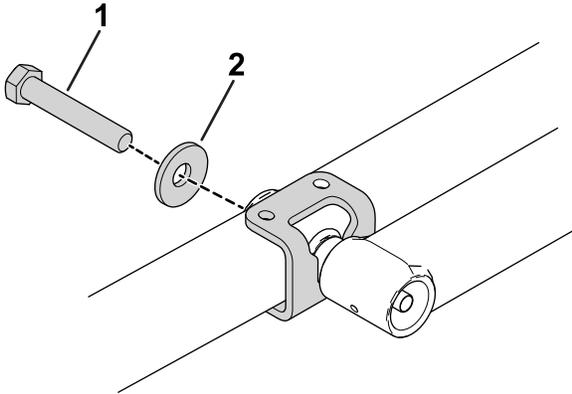

图 4
3. 松松地组装六角头螺栓和垫圈确保鞍座和轮毂居中图 4。
6. 上紧六角头螺栓如图 4 所示扭矩至 271N·m。